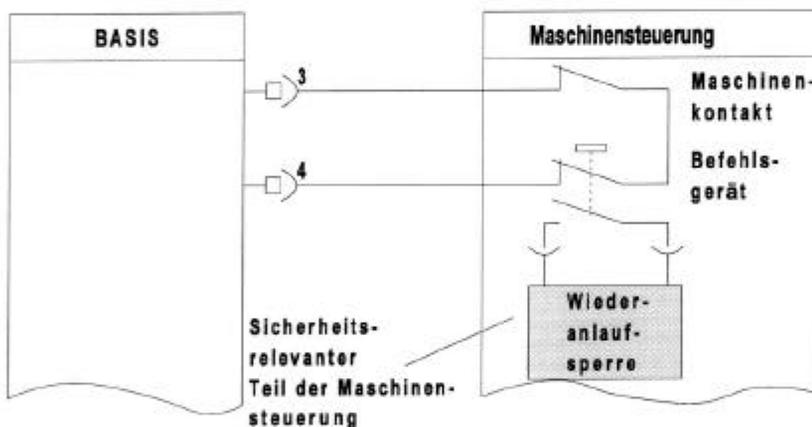

Abbildung 7-2 Prinzipbeschaltung des Testeingangs in Betriebsart A und den Betätigungsarten "Eintakt" und "Zweitakt".
Dies gewährleistet, daß die im BASIS gespeicherten Takte auch bei einem durch einen "Eingriff" abgebrochenen Bewegungsablauf der Maschine gelöscht werden (Abbildung 7-2).
- Test- oder Takteingang bei Bedarf mit einem Kontakt der Maschinensteuerung beschalten (Hinweise siehe Kapitel 2.2.4 und 2.2.6 sowie Kapitel 7.1, Abbildung 7.2).